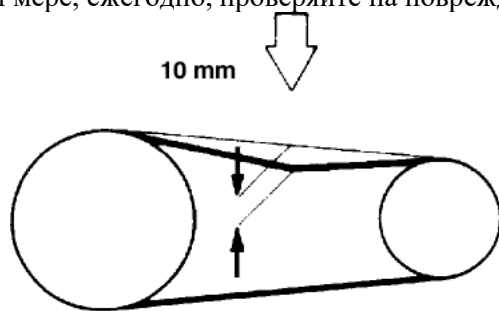

Рис.10. Проверка натяжения ремня
Проверьте натяжение нового ремня после 50 часов работы. Наилучшим натяжением для ременного привода является самое слабое, какое возможно, при этом ремень при полной нагрузке не проскальзывает. Грубая оценка такого натяжения – прогиб ремня на 10 мм при надавливании на него пальцем между двумя шкивами (рис.10). Каждые 500 часов, или, по крайней мере, ежегодно, проверяйте на повреждения или износ.
- Отрегулируйте положение двигателя, что бы натяжение было правильным (Рис.10).